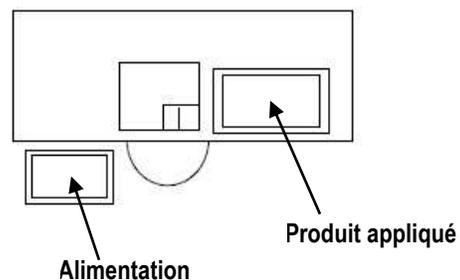

Figure 12
3.3. Éléments susceptibles d'avoir une influence sur le placement des machines sur table (Figure 12)
La Figure 12 illustre un emplacement approprié pour la machine, la bonne position de l'opérateur et la position recommandée pour l'interrupteur à pédale.